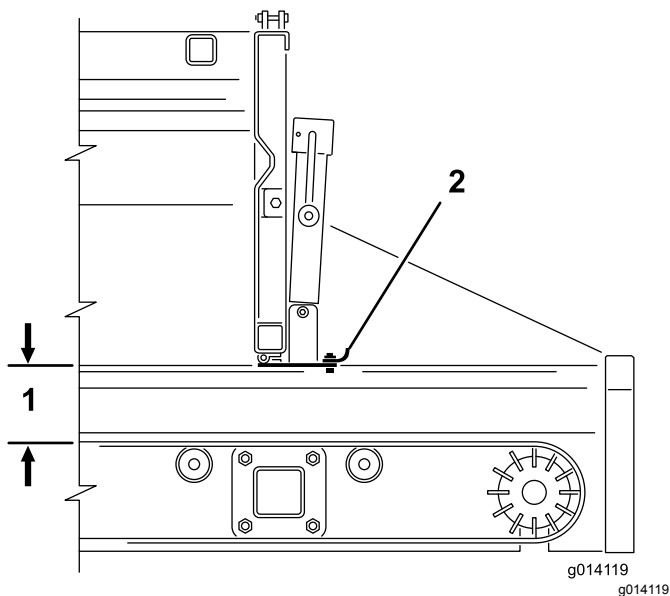

Figura 39
2. Usate la manovella del cavalletto per aprire o chiudere la sezione regolabile della sponda posteriore (Figura 38 e Figura 39). Questo limita il flusso del materiale quando si utilizza un accessorio.